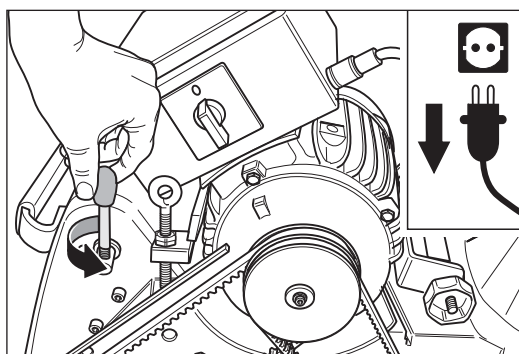

Abb. 61 Den Bedienungshebel am Aggregat herausdrehen.
- 7 Drehen Sie den Bedienungshebel aus dem Aggregat heraus (Abb. 61).